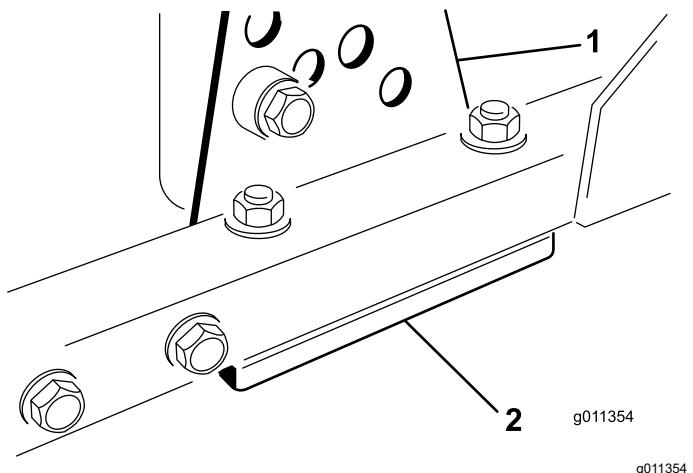

図 13
1. 刈り高ブラケット前、左、右のうち1つをデッキのフレームから外す図13。
2. デッキのフレームとブラケットとの間に 1.5 mm または 0.7 mm のシムを入れて調整する図13。